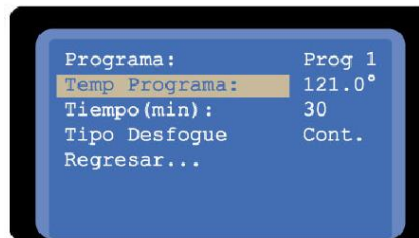

Figura 6
7. Si desea modificar la temperatura en uno de los programas, pulse la tecla DECREMENTAR y baje al renglón de “Temp Programa” (Figura 6) pulse la tecla ENTER para editar la temperatura, se pondrá en intermitente el parámetro “121.0”. Pulsando las teclas DECREMENTAR O INCREMENTAR seleccione el valor de la temperatura requerida y fije el valor pulsando la tecla ENTER.